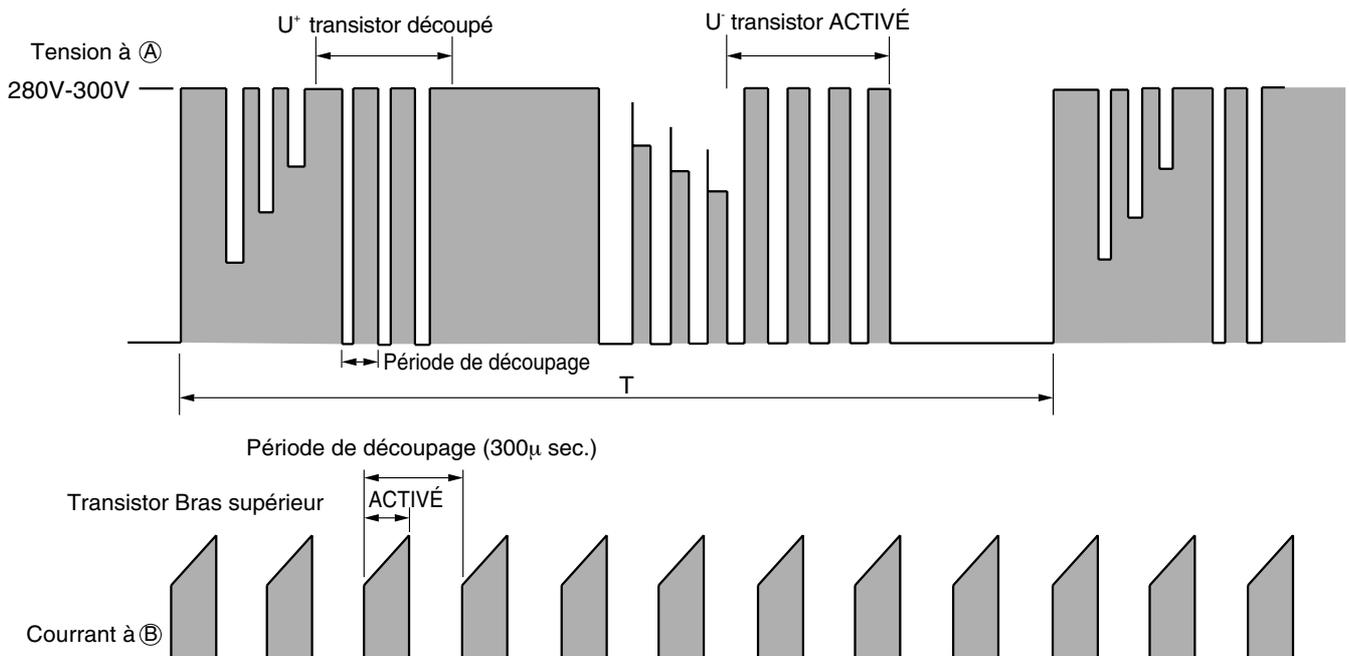

Fig. 4-3 Forme d'onde de la tension à chaque point
La Fig. 4-3 représente la forme d'onde de la tension à chacun des points indiqués dans les Fig. 4-1 et 4-4. La première moitié du bras supérieur est découpée, la deuxième moitié est MARCHE, et la première moitié du bras inférieur est découpée, la deuxième moitié est MARCHE.
Since current flows at point ② only when U⁺ transistor is ON, the current waveform at point ② becomes intermittent waveform as shown in Fig. 4-3. Since current at point ② is approximately proportional to the input current of the air conditioner, input current is controlled by using DC current (I_d) detection resistor.